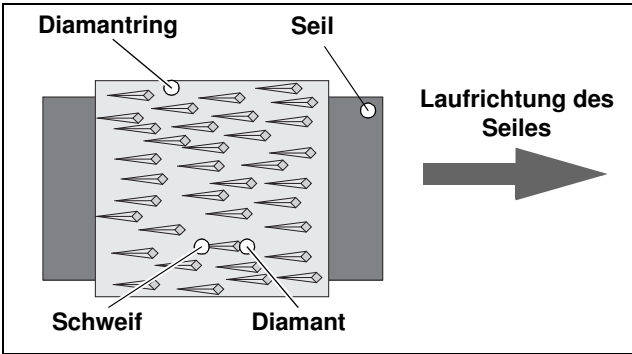

Bild 4.7 „Schweifbildung“ durch die Diamanten
- Sollte der Richtungspfeil auf dem Sägeseil nicht mehr sichtbar sein, lässt sich die Laufrichtung anhand der sogenannten „Schweifbildung“ der Diamanten auf den Diamantringen erkennen: Der Diamant bildet hinter sich eine Art „Schweif“, so dass er in Drehrichtung vorn steht (Bild 4.7).